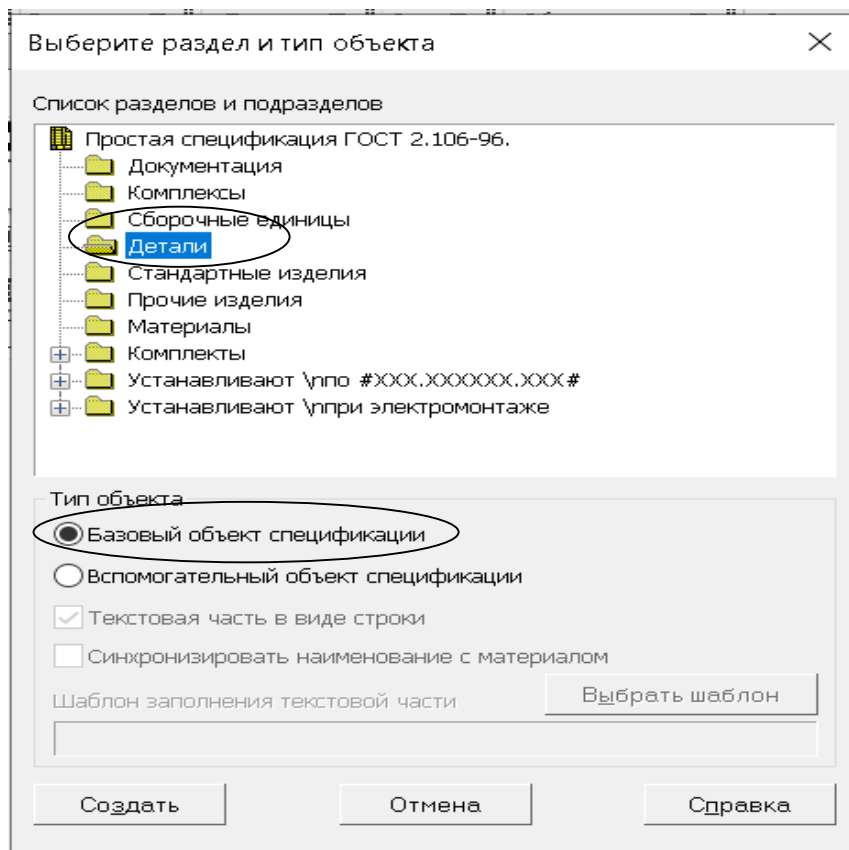

Рисунок 12. – Окно Выберите раздел и тип объекта
- **Тип объекта** – Базовый объект спецификации (рисунок 12).